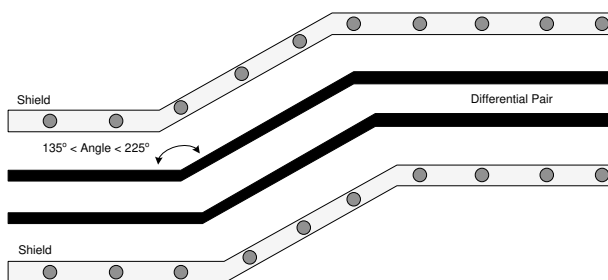

図 8-3. V-by-One の配線例
- 差動信号ペアに関連する曲げ角度が 135°~225°であることを確認します (図 8-3 を参照)。